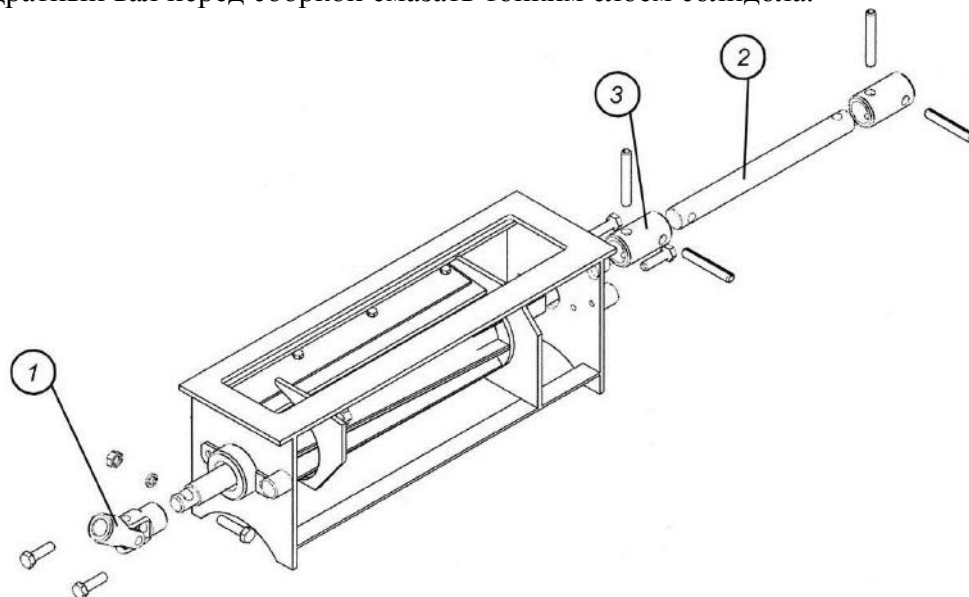

Рис. 6.2.2. Разборка переднего дозатора
1. Открутить болт, крепящий вал дозатора к карданной передаче 1 (рис. 6.2.2).